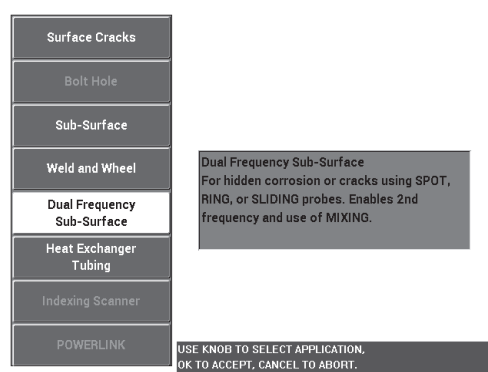

図 5-96 二重周波数 | 近表面用アプリケーション
2. 設定メニューキー () を一度押し、続いて**アプリ選択** (A キー) を選択してアプリケーション選択メニューを開きます。ノブを使って**デュアル周波数 | 近表面**を選択し、 を押してそれを適用します (198 ページの図 5-96 を参照)。